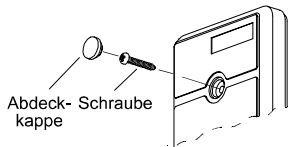

Abb. 3: Öffnen des Gehäuses
- A. Lösen Sie die Sicherungsschraube, die das Gehäuseoberteil mit dem Gehäuseunterteil verbindet (Abb. 3).